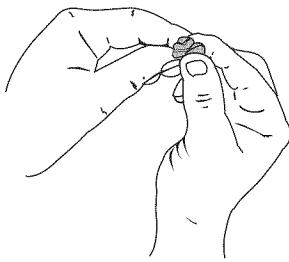

Fig. 24
- Apriete el filtro para espesar y retirar el exceso de aceite (Fig. 24).